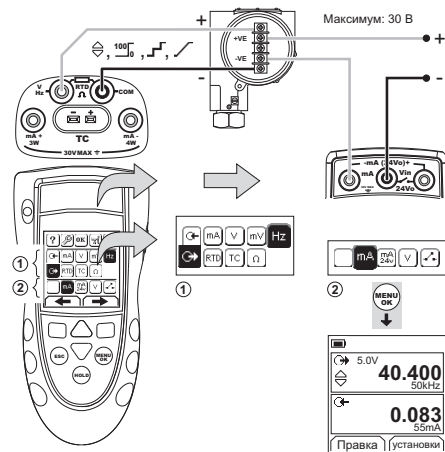
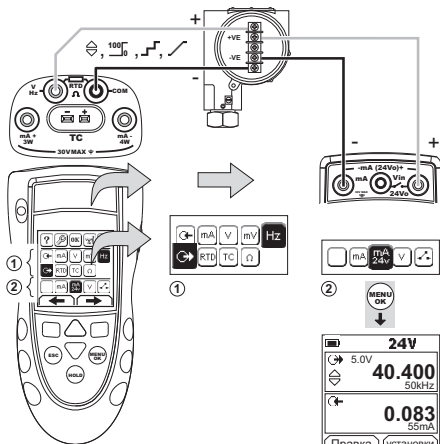

Рисунок 10: Пример конфигурации – Калибровка датчика с внешним питанием петли
Рисунок 11: Пример конфигурации – Калибровка датчика с внутренним питанием петли
1. Подключите прибор (Рисунок 10 и Рисунок 11) и, при необходимости, отрегулируйте Настройка (Таблица 1).